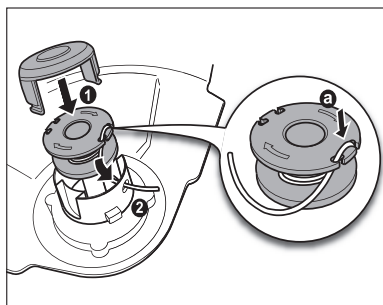

Fig. 37
11. Pase el hilo de corte (13d) a través de los ojales (Fig. 37).